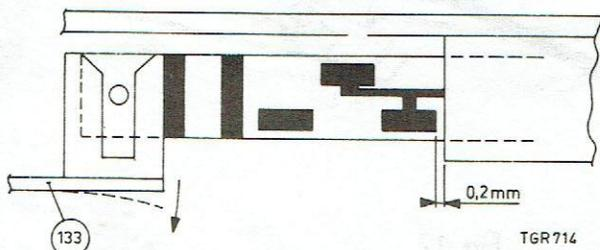

Fig. 23
Mettre l'appareil sur 19 cm/sec., le commutateur doit alors occuper la position indiquée dans la figure 23. Cela peut alors être effectué en déplaçant la crémaillère pos. 133 d'une ou de plusieurs dents. Le réglage fin s'effectue en courbant la crémaillère dans le sens indiqué.